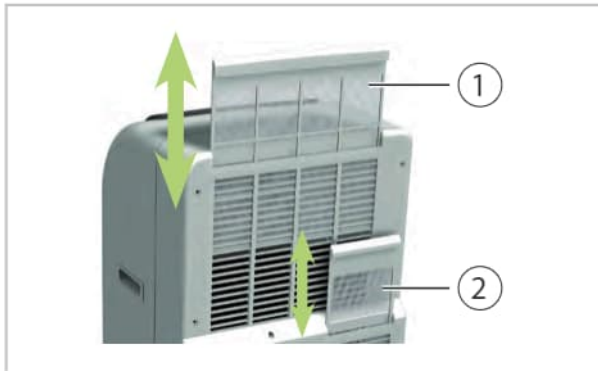

Abb. 15: Filterentnahme
2. ➔ Ziehen Sie den Filter aus dem Gerät (Abb. 15).